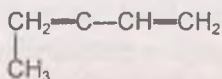

Рис. 90
- 3) углеводороды с *сопряженными* двойными связями, т. е. разделенными одной простой связью. Пример: бутadiен-1,3 или дивинил $\text{CH}_2=\text{CH}-\text{CH}=\text{CH}_2$, 2-метил-бутadiен-1,3 или изопрен (рис. 90).